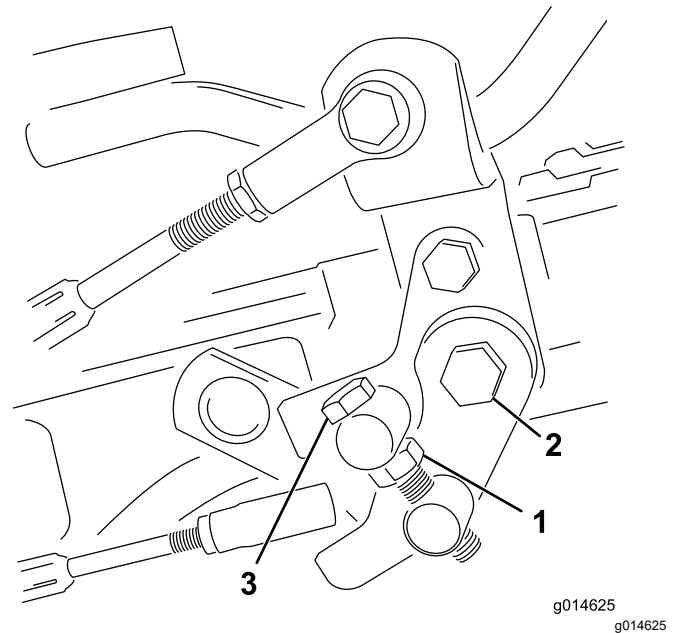

Figure 41
1. Desserrez l'écrou de blocage sur le boulon de tourillon (Figure 41).
4. Serrez l'écrou de blocage sur le boulon de tourillon et l'écrou sur le pivot de la pédale pour bloquer le réglage (Figure 41). Vérifiez le réglage et ajustez-le si nécessaire.